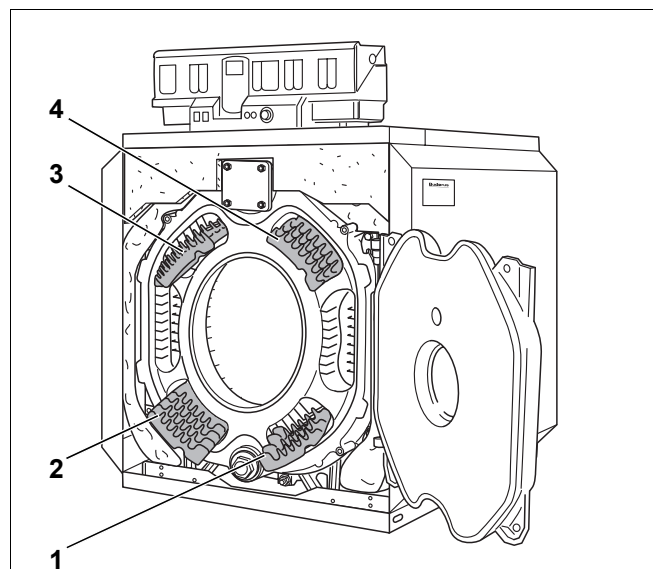

Bild 51 Heizgaslenkplatten entnehmen.
- Heizgaslenkplatten nach vorne aus den Heizgaszügen entnehmen (Bild 51, **Pos. 1 – 4**).